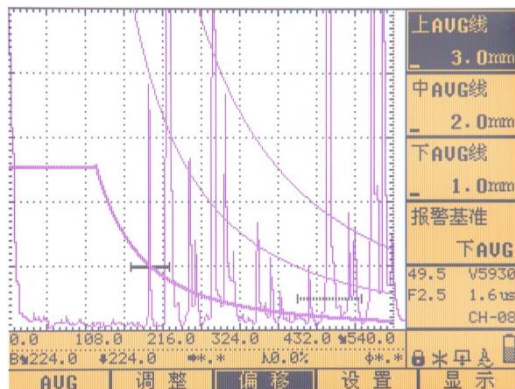

图 6.49
- 1、在 AVG 曲线菜单中，按【F3】键，选择“偏移”菜单，通过【向上】或【向下】键选择“上 AVG 线”子菜单，如图 6.49 所示；